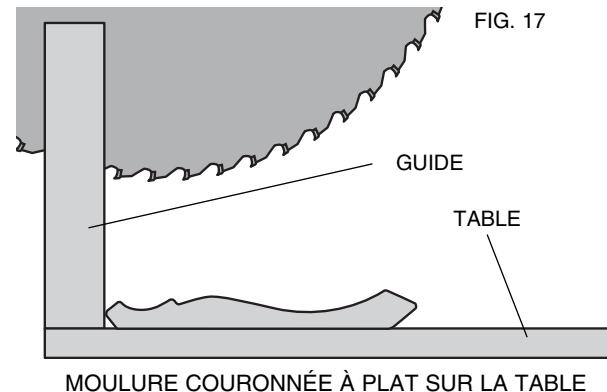

FIG. 17
1. Moulure dont la large surface arrière est à plat sur la table à scier (figure 17).